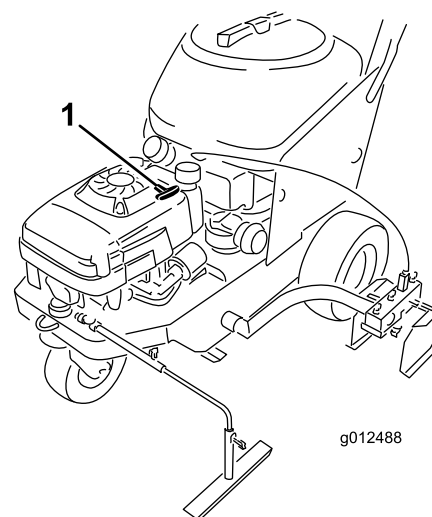

Figura 13
O arrancador de retrocesso (Figura 13) encontra-se na parte de cima do motor. Empurre o arrancador de retrocesso para ligar o motor.
6. Empurre o manípulo do arrancador (Figura 13) ligeiramente até sentir resistência e, em seguida, empurre rapidamente. Deixe que a corda regresse lentamente ao motor.